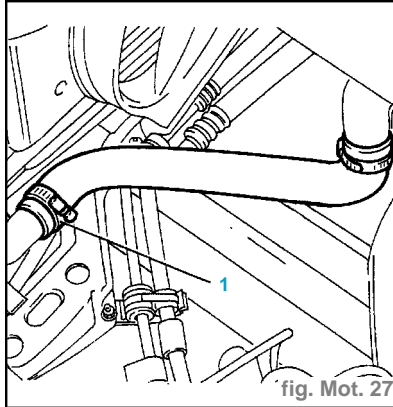

fig. Mot. 27
- Débrancher le manchon de sortie de liquide de refroidissement du radiateur et vidanger le liquide dans un récipient (1) (fig. Mot.27).